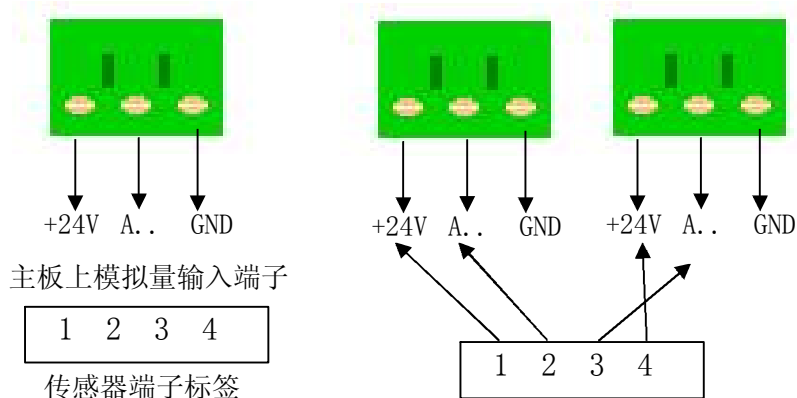

图 4-3 温湿度传感器与主机模拟输入端子接线图
b. 如图 4-3 所示，传感器端子处贴一“1 2 3 4” 标签，1 与 4 是供电正，2 与 3 是输出，2 为湿度，3 为温度。
c. 传感器与主板的接线如图 4-3: